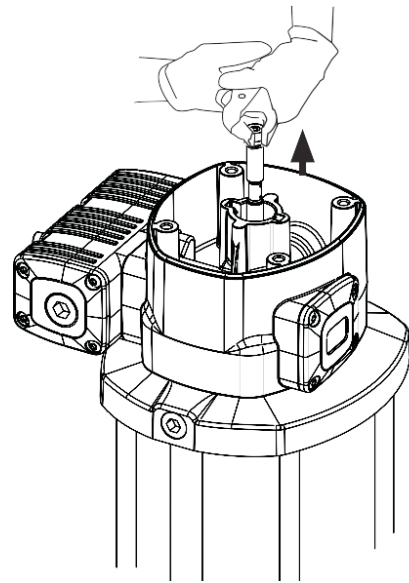
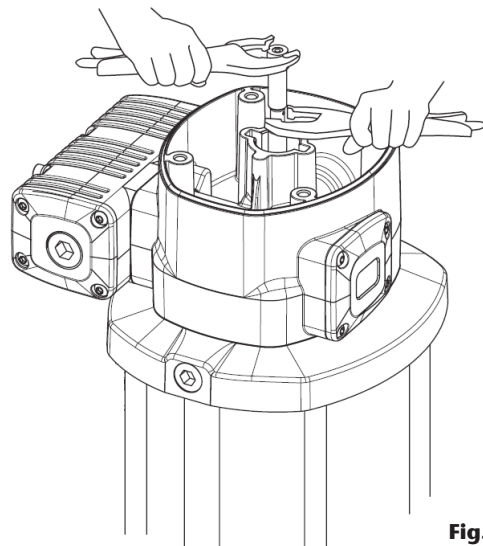

Fig. 7a
Fig. 7b
1. Desenrosque los tornillos (2) y las tuercas de elevación (94), y retire la tapa (3).
2. Desenrosque el tapón inversor (4).
3. Con ayuda de una mordaza manual sobre el casquillo (5), tire hacia fuera del vástago del conjunto de émbolo de aire (37), hasta que aparezca su rebaje central (fig. 7a). Después, con otra mordaza manual agarre el vástago (37) en dicha zona rebajada central para no dañar la superficie destinada al sellado y desenrosque el casquillo (5) (fig. 7b).
4. Deseche la tórica (6) y el aro (7), y use otros nuevos posteriormente al volver a montar.
5. Desenrosque los tornillos (44, 92). Tire hacia arriba del cabezal motor (13) hasta liberarlo junto con la brida (34).
6. Quite el casquillo inversor (8). Sustituya las juntas (9) y (10) de este casquillo.
7. Desenrosque los cinco tornillos (35) y separe el cuerpo motor (13) de la brida (34). Extraiga la arandela (30) y sustituya la junta (10).
8. Retire el cilindro (40) sujetando con cuidado el émbolo (37). Sustituya la junta (36) de dicho émbolo.
9. Vuelva a montar el conjunto en sentido inverso, aplicando fijador de rosca en los tornillos (35), casquillo (5) y tapón inversor (4).